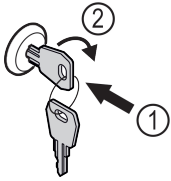

Fig. 170
- ▶ Dugja be a kulcsot Fig. 170 (1).
- ▶ Forgassa el a kulcsot 90°-kal az óramutató járásával meggegyező irányba Fig. 170 (2).